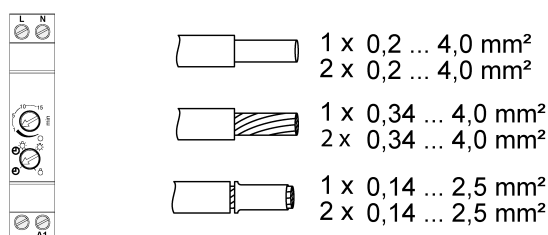
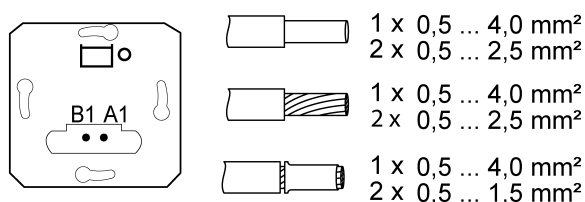

Imagen 4: Sección transversal enchufable del conductor de la máquina automática REG
Imagen 5: Sección transversal enchufable del conductor del mecanismo de impulso
- Tenga en cuenta las secciones de conductor enchufables de la máquina automática REG (Imagen 4) y del mecanismo de impulso (Imagen 5).
- Montar la máquina automática REG (4) en carril DIN.